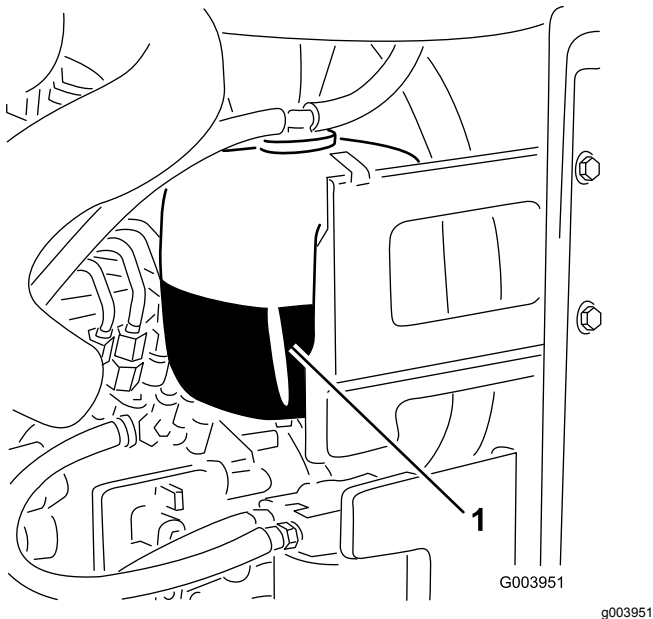

Figure 59
1. Vérifiez le niveau du liquide de refroidissement dans le vase d'expansion (Figure 59).